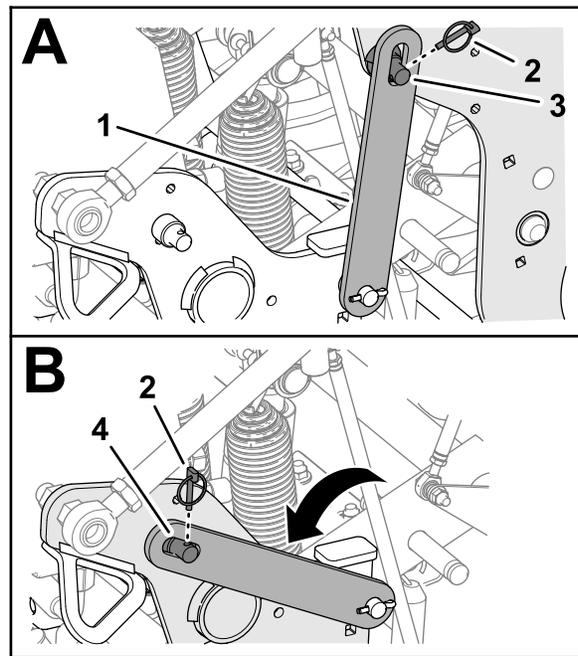

Bild 112
- Entfernen Sie den Klappstecker, mit dem der Wartungsriegel am Stützstift des Aerifizierkopfs befestigt ist (Bild 112).